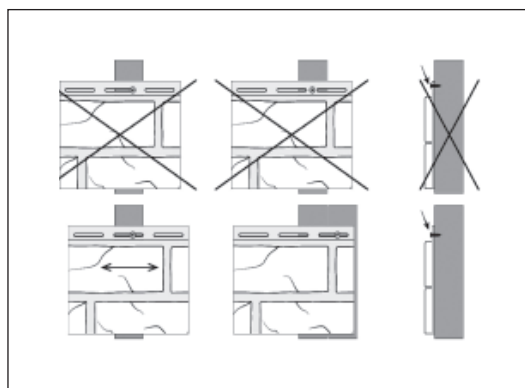

图5 墙板固定位置
- 4.10 每块墙板应用不少于 5 个固定件固定, 如果风速较高的地区应设置更多的固定件固定。开始固定螺丝时, 不应固定的太牢固, 以便于适当的调整螺丝应固定在条状固定口的中间位置, 不应固定在条状固定口的两端及板面 (见图 5)。